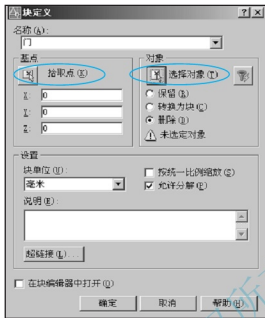

图 3.70 【块定义】对话框
(1) 单击【绘图】工具栏上的【创建块】图标或在命令行输入“B”后按 Enter 键, 打开【块定义】对话框。
(2) 在对话框中**【名称】**文本框内输入“门”, 以指定块的名称, 如图 3.70 所示。
(3) 单击【块定义】对话框中的**【选择对象】**按钮, 对话框消失。
(7) 单击【确定】按钮关闭对话框。观察图 3.70 可知，在【对象】选项组中点选【删除】单选按钮，所以，对话框关闭后，被制作成图块的对象消失。